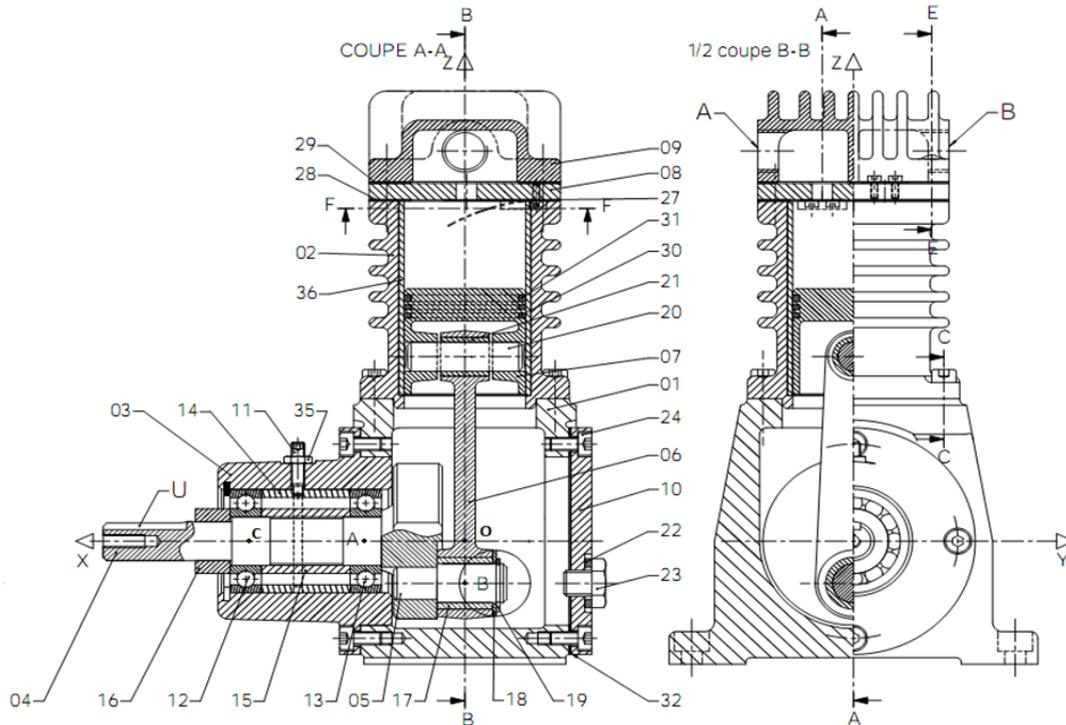

Figure 2 : Dessin d'ensemble en coupe du compresseur mono-piston.
La figure 1 et la figure 2 représentent un compresseur mono-piston qui permet, à partir d'un moteur entraînant l'arbre (4) en rotation autour de son axe, de comprimer un fluide dans la chambre formée par le fond du piston (7), le cylindre (30) et la culasse (9). Le système constitué de l'arbre d'entrée (4) ayant une forme générale qui rappelle celle d'une manivelle, de la bielle (6) et du piston (7) est souvent désignée sous le terme de système bielle manivelle, qui transforme la rotation de la manivelle à une translation du piston (7) dans le cylindre (30). La descente du piston permet l'aspiration du fluide sous la pression atmosphérique et la montée du piston permet son refoulement sous une pression variante entre 6 et 8 bars dans le circuit d'utilisation.